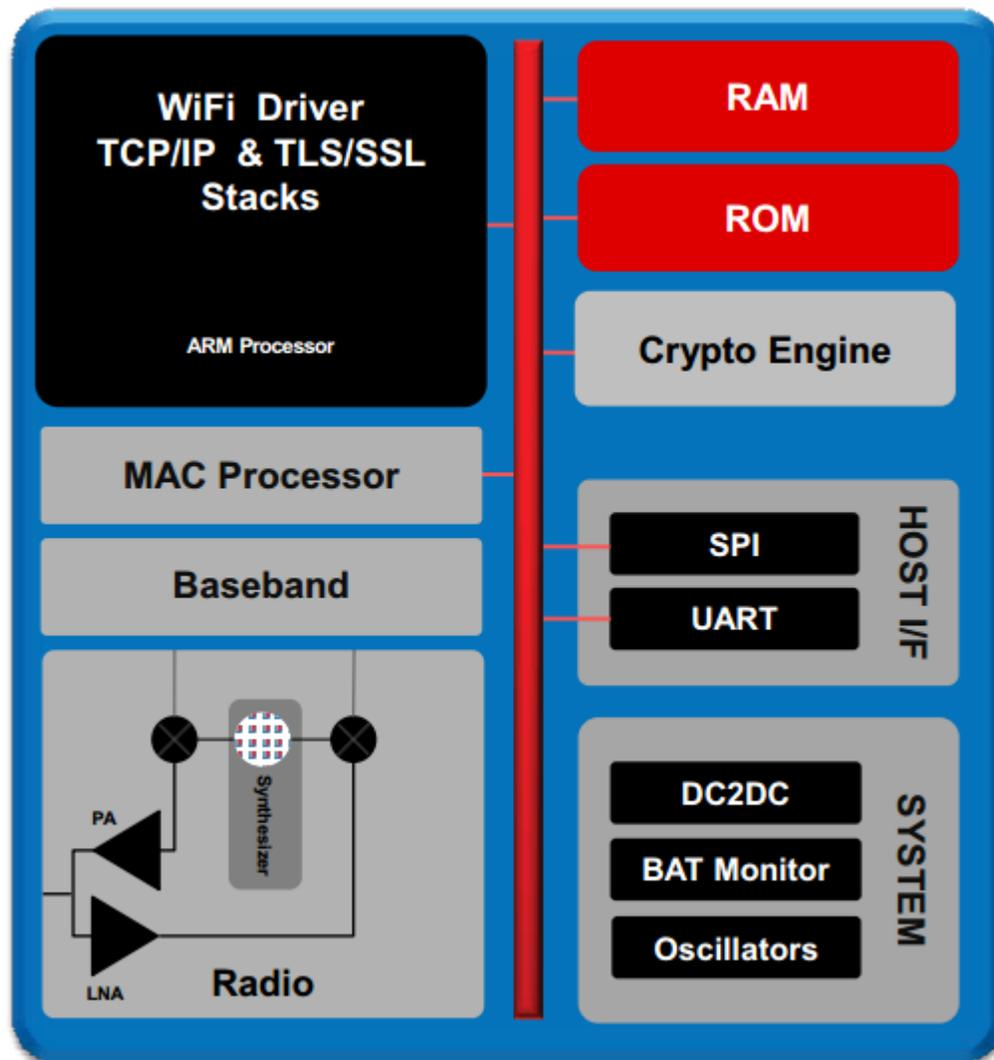

图 1 LE-WF-02 Module 硬件架构图
**LE-WF-02 Module** 是由成都乐控畅联科技有限公司研发，基于 TI 的低成本、低功耗 WiFi 网络处理器 CC3100R11MRGC 的开发平台。**LE-WF-02 Module** 的硬件架构图如图 1 所示：